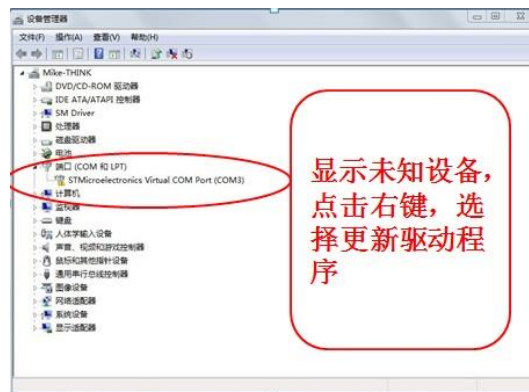

图 4
c. 在设备资源管理器中，找到 “端口 (COM 和 LPT)” 如下所示图 4: